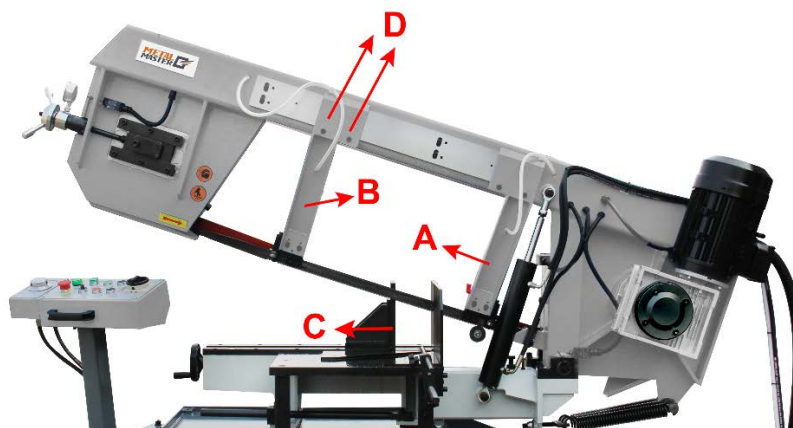

Рисунок 4
Направляющие полотна следует размещать как можно ближе к губкам тисков. Кронштейн правой направляющей полотна (А) (Рисунок 4) не регулируется: он устанавливается на предприятии таким образом, чтобы очищать правую губку тисков. Кронштейн левой направляющей полотна (В) можно перемещать влево или вправо, в зависимости от положения левой губки тисков (С). Чтобы переместить кронштейн левой направляющей полотна (В), ослабьте установочные винты (D), разместите кронштейн направляющей полотна (В) и затяните установочные винты (D).